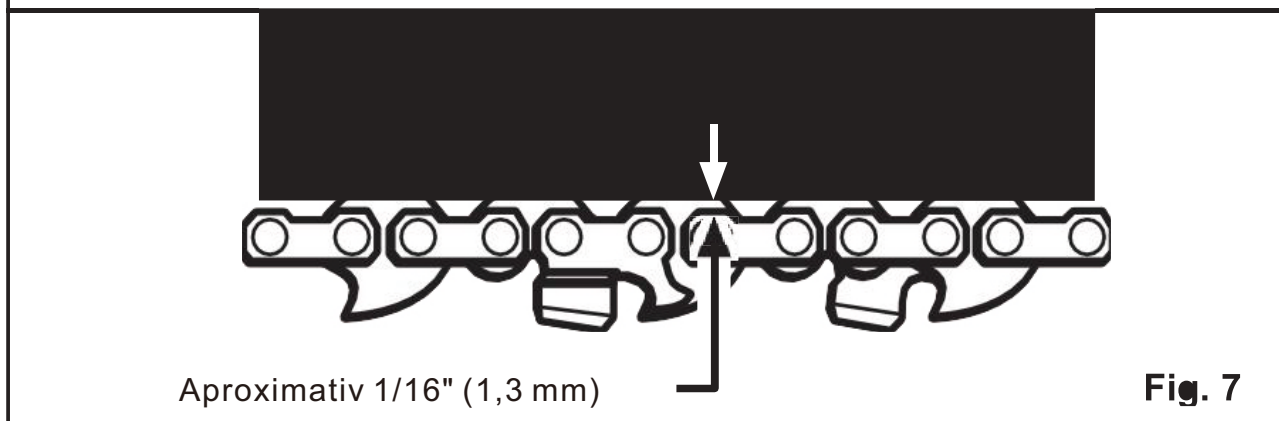

Fig. 7
- În timpul funcționării normale, temperatura lanțului va crește. Verigile de antrenare ale unui lanț cald tensionat corect vor ieși cu aproximativ 1/16" (1,3 mm) din canelura barei, așa cum se arată în Fig. 7.